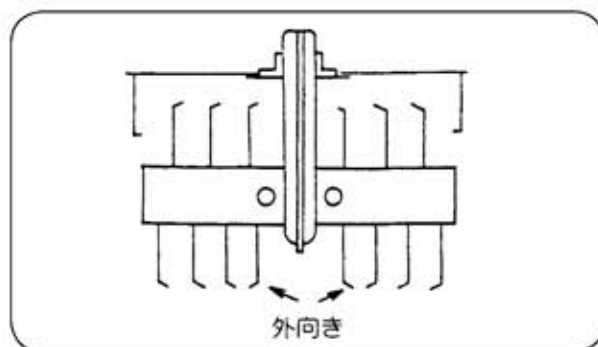

図 54
### (9) ドラムローターの取付 (図54)
- ① ドラムローターの刃の配列はミッションケース左右の1本は外向きに、その他は全部内向きに取付けてください。